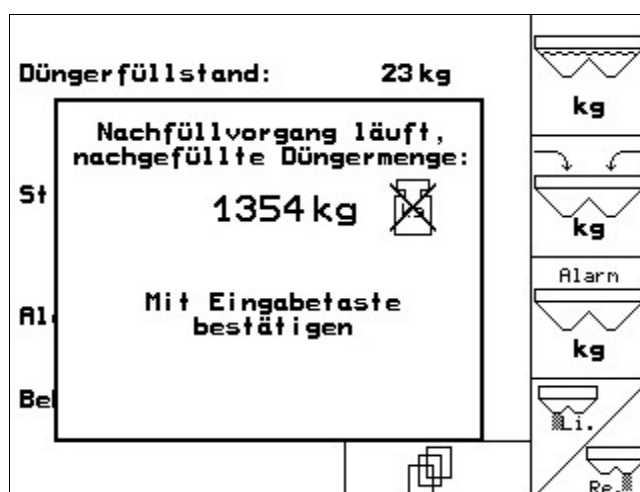

Рис. 87
- Подтвердить загруженное количество удобрений (Рис. 87).